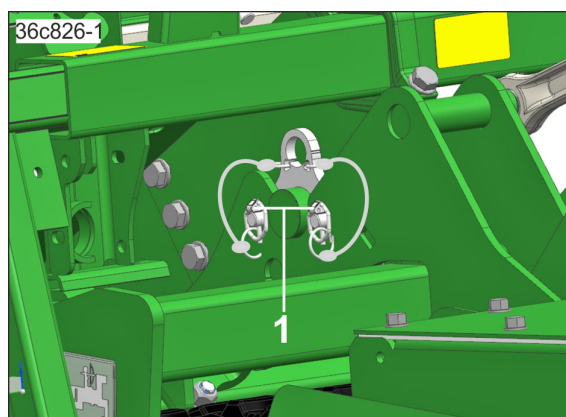

Рис. 129
6. Зафиксируйте соединение двумя соединительными элементами (Рис. 129/1).
7. Каждый соединительный элемент закрепите и зафиксируйте 2 шплинтами с кольцом (Рис. 129/2).